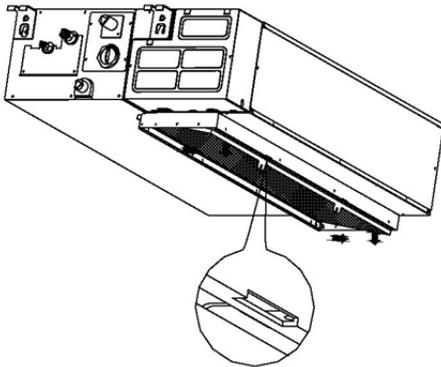

Abb.G2
2. Da die Lüftung des Geräts rückläufig ist, schieben Sie bitte den Filter leicht hinab, damit die Verschiebesicherung aus den angeflanschten Löchern gehoben wird, und folgen Sie beim Abnehmen die Pfeilrichtung der Abbildung G2.